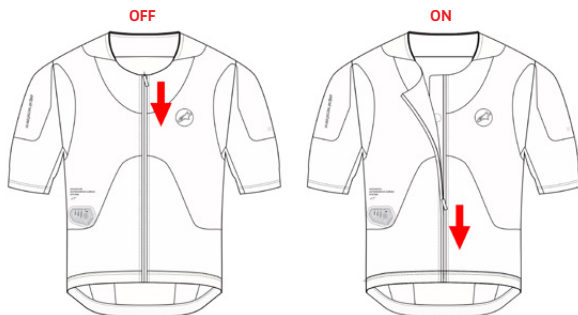

Figura 11: Il sistema si spegne quando viene aperta la zip di attivazione (2)
L'utente può facilmente spegnere il sistema aprendo la zip di attivazione (2). Il sistema si spegnerà automaticamente circa 1 secondo dopo che la zip di attivazione (2) è stata slacciata (Figura 11).
Per mantenere il sistema spento, assicurarsi che la zip di attivazione (2) rimanga aperta e slacciata come mostrato nella Figura 11.